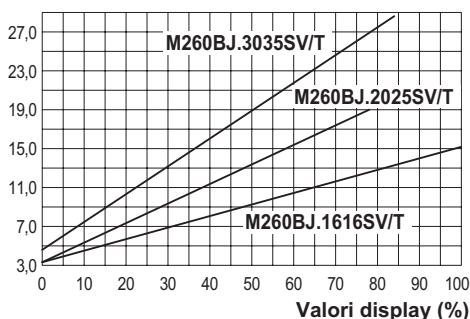
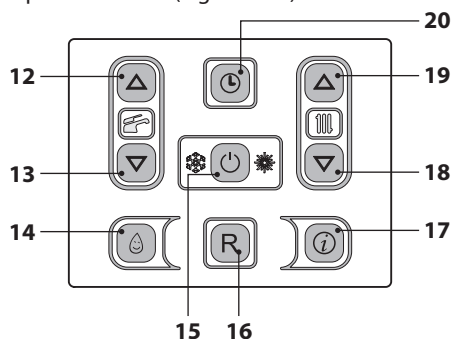
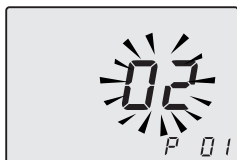

Figura 7.10
Figura 7.14
Figura 7.15
Il grafico in Figura 7.10 rappresenta come varia la potenza utile della caldaia in riscaldamento al variare del valore impostato nella scheda comando.
- Entrare in "modalità programmazione" premendo contemporaneamente per 10 secondi i tasti 15 - 18 - 19 (Figura 7.14) fino a far apparire sul display LCD le lettere **P01** e il valore del parametro, indicanti l'entrata nel "parametro 01" (Figura 7.15).
- Utilizzando i tasti 12 o 13 (Figura 7.14) è possibile modificare il valore del parametro 12 (riferirsi al grafico Figura 7.10 per determinare il valore corretto in funzione della potenza utile di ridsaldamento).
- Premendo il tasto 15 (Figura 7.14) si ottiene la conferma del valore inserito.